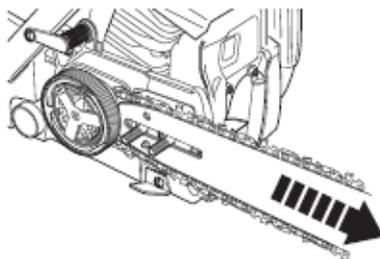

Fig. 6
- Tirer le guide chaîne (13) avec précaution vers la droite pour serrer la chaîne de sciage (14) (Fig. 6).